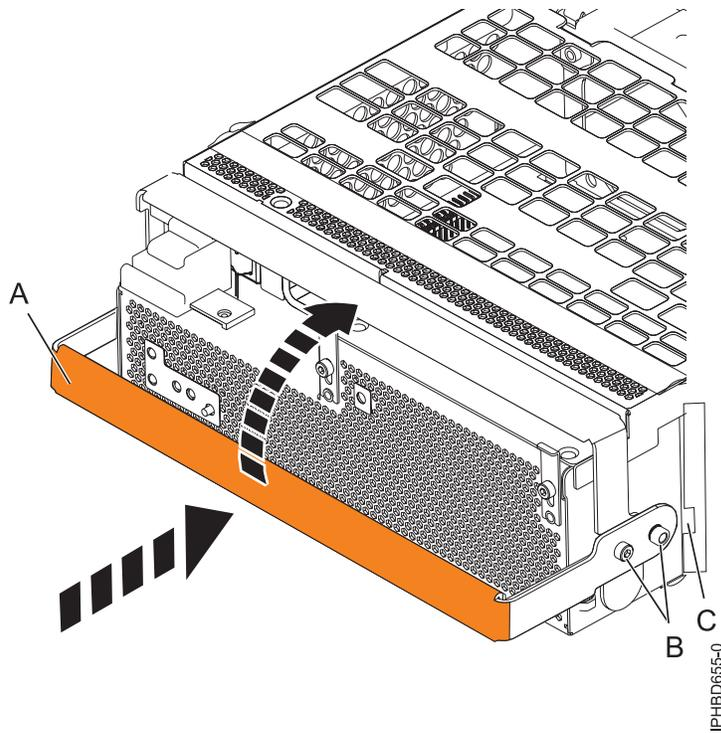

Abbildung 49. Netzteil austauschen
11. Tauschen Sie das Netzteil mit dem Verriegelungsgriff (A) in der geöffneten Position aus und drücken Sie das Netzteil in die Erweiterungseinheit (siehe Abb. 49 auf Seite 66).
12. Schließen Sie den Verriegelungsgriff (A), bis das Netzteil einrastet.